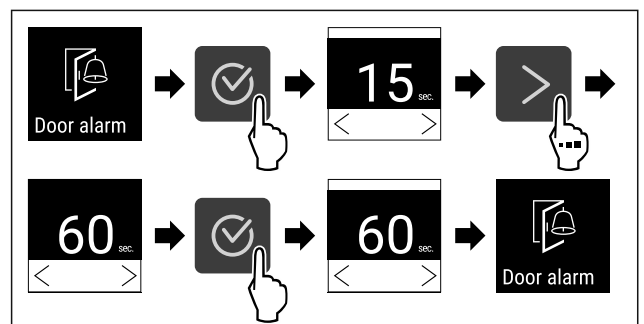

Fig. 117
- ▶ Atlikite veiksmus (žr. Fig. 117) .